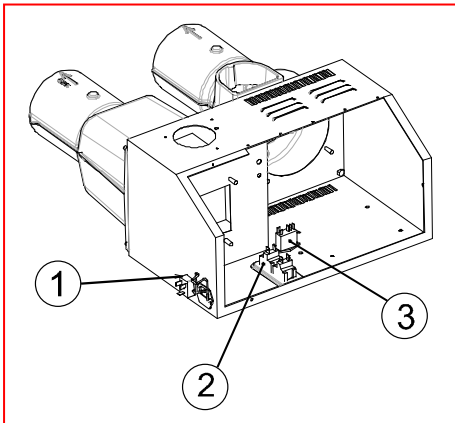

Abb.: 33
Die beiden Schutzgitter (1) entfernen und an dieser Stelle die mitgelieferten Anschlussstutzen (2) Ø100 montieren, (siehe Abbildung 33).